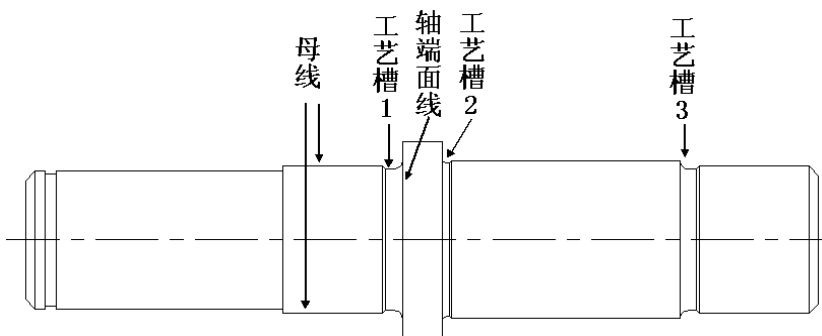

图 5
2) 工艺槽构造: 在轴的加工过程中, 需要对轴肩部分构建退刀槽, 此处使用磨外圆的方法构建轴的三个退刀槽。运行浩辰机械菜单中【构造工具】→【砂轮越程槽】命令, 在弹出的对话框中主要类型项选择为磨外圆, 主参数 $b_1=2$, 单击确定后根据系统提示依次拾取轴的两条母线及轴端面线, 系统将自动生成工艺槽 1, 同样步骤可以生成退刀槽 2 ($b_1=1$)、工艺槽 3 ($b_1=2$), 结果如图 5。